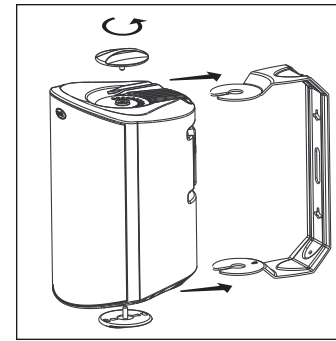

FIGURE 14: Dévissez les boutons pour retirer le support.
12. Pour fixer l'enceinte au support, glissez-la entre les pattes du support. Les rampes intégrées à l'enceinte écartent légèrement les pattes du support et guideront les extrémités du support jusqu'aux douilles filetées situées aux extrémités de l'enceinte. Un système de rochet tient l'enceinte en place et vous permet d'ajuster son orientation. [figure 14].